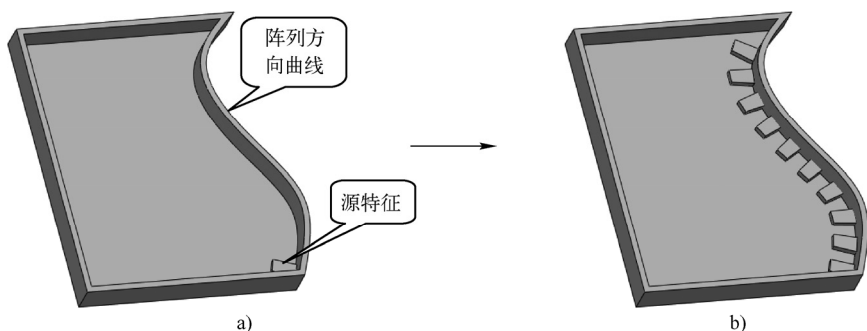

图 4-104 用“与曲线相切”选项对齐方法创建曲线“阵列”特征
- “与曲线相切”单选按钮: 在源特征与所选曲线的位置基础上, 令所有“阵列”特征与所选曲线相切, 如图 4-104 所示。